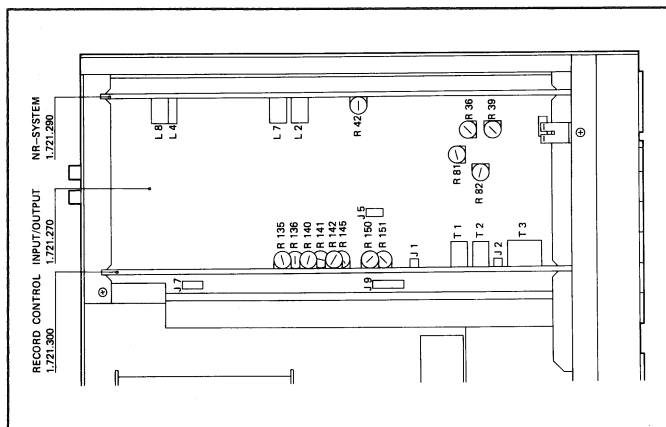

Fig. 5.1
- Ajuster les inductivités L2 et L4, sur la platine NR-SYSTEM, sur la tension minimale sur la sortie. L'amortissement doit être $\geq 30 \text{ dB}$ (Fig. 5.1)
- A l'aide du potentiomètre d'équilibrage R42 (sur la platine NR-SYSTEM) ajuster le niveau de sortie du canal de droite sur la valeur du canal de gauche (Fig. 5.1)